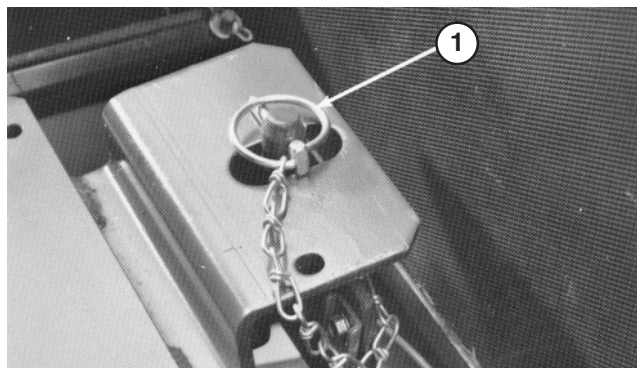

Figure 11
- Dégagez la béquille de support du siège et baissez-la. Abaissez le siège et poussez la goupille à anneau dans le goujon de verrouillage du siège. Repliez l'extrémité métallique de la goupille par-dessus le goujon du verrou (Fig. 11).
8. Dégagez la béquille de support du siège et baissez-la. Abaissez le siège et poussez la goupille à anneau dans le goujon de verrouillage du siège. Repliez l'extrémité métallique de la goupille par-dessus le goujon du verrou (Fig. 11).